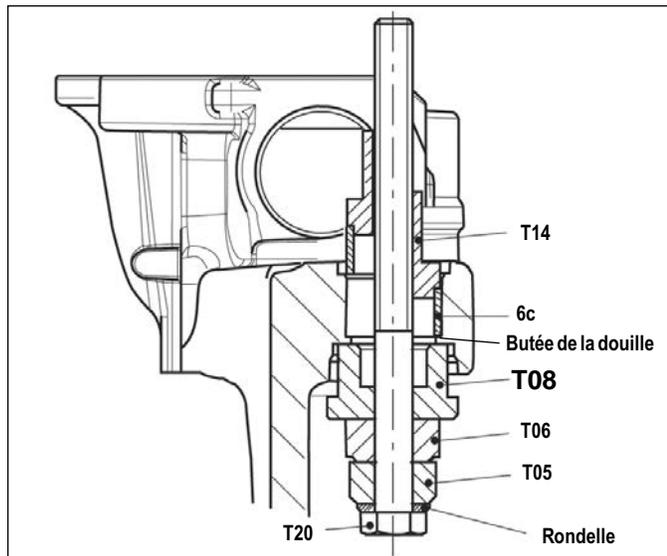

**FIGURE 78 - POSITION DE LA NOUVELLE DOUILLE**
5.6.25 Placer la nouvelle douille (1) de manière à ce que **l'onglet s'aligne avec la fente du moulage**. Avec l'onglet aligné, placer l'outil (T14) sur la douille et frapper légèrement. Pour placer correctement la douille, consulter la Figure 78.
5.6.26 Utiliser l'outil combiné illustré à la Figure 78 pour insérer la douille (1) dans l'étrier. Consulter également la Figure 80 pour voir son orientation (avec l'outil T14 en haut). Serrer à la main l'écrou (T14) en place. Serrer ensuite le boulon (T20) à l'aide d'une clé polygonale ou d'une clé à douille pour insérer la douille (1) dans l'étrier jusqu'à ce que la douille (1) entre en contact avec les étages usinés dans l'alésage. Enlever l'outil.